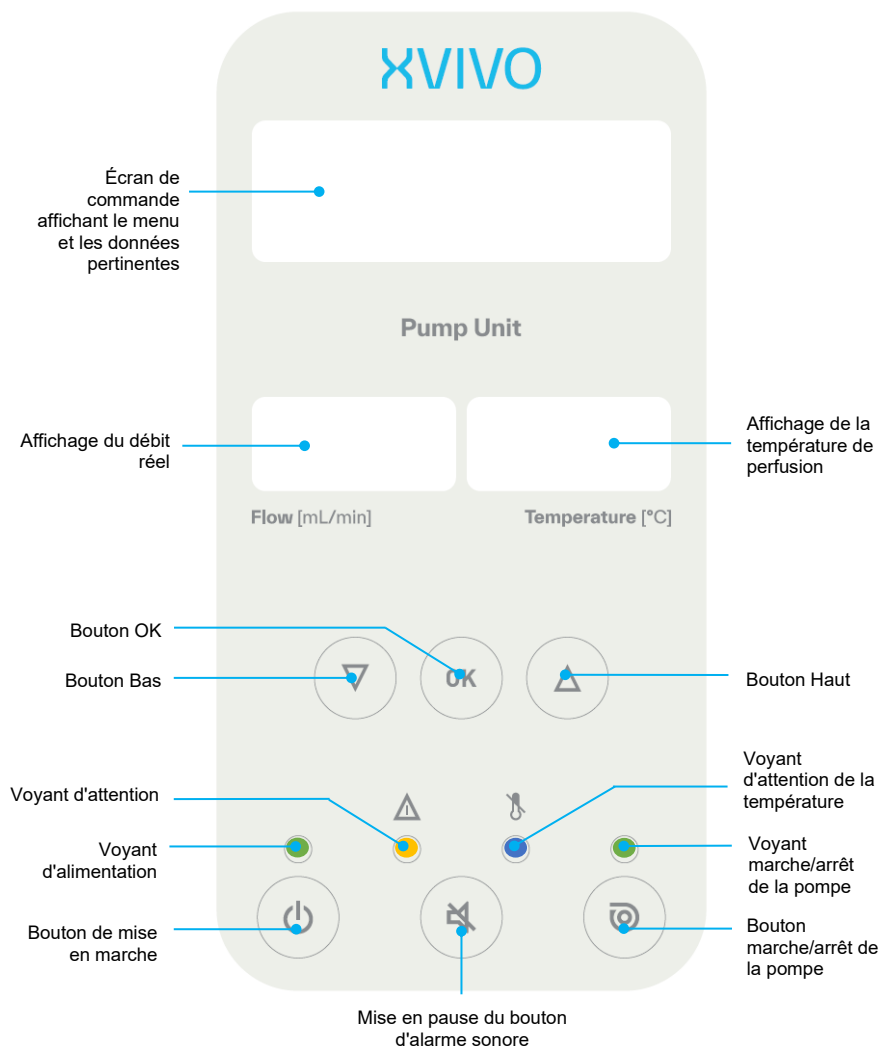

Figure 3 Panneau de commande de l'unité de pompe
- Raccordez la tête de pompe au couplage magnétique de la pompe situé sur le côté extérieur de l'unité de pompe du Kidney Assist (Figure 3, élément 13).